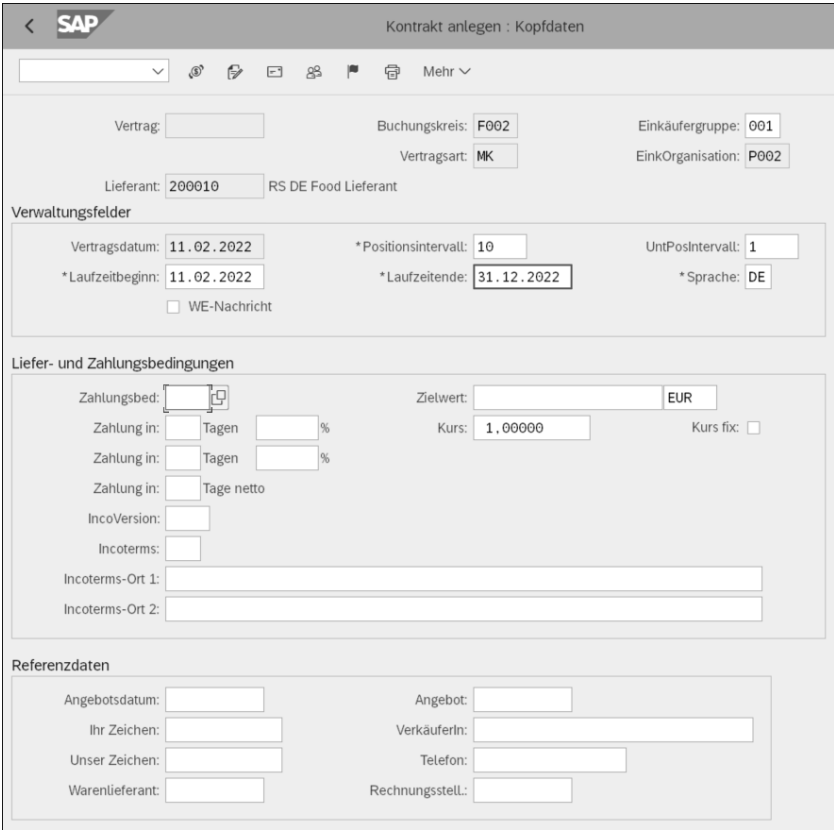

Abbildung 4.2 Kopfdaten zum Kontrakt anlegen
**Lieferant, EinkOrganisation** (Einkaufsorganisation) und **Einkäufergruppe**, gelangen Sie zu den Kopfdaten (siehe Abbildung 4.2).